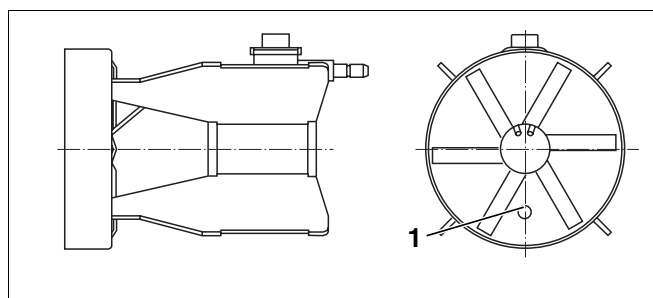

Рис. 31 Распределительный диск
- Во время монтажа распределительного диска следите за тем, чтобы отверстие (рис. 31, поз. 1) в нем находилось на одной оси с датчиком пламени.